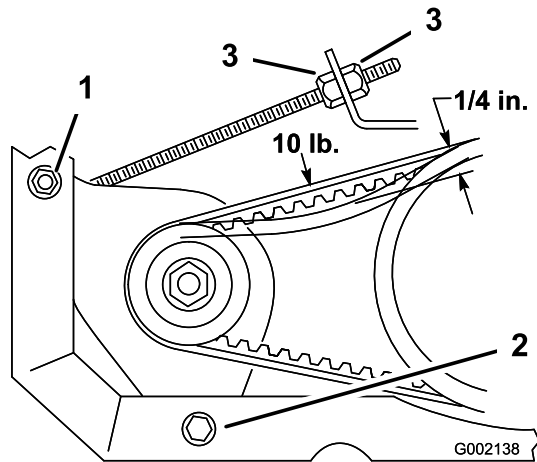

Figure 53
2. Desserrez le boulon pivot de l'alternateur du démarreur (Figure 53).
3. Coincez un levier entre le support moteur et le démarreur. Desserrez l'écrou sur le boulon de réglage (Figure 53).
5. Serrez l'écrou du boulon de réglage et enlevez le levier. Serrez le boulon pivot de l'alternateur du démarreur (Figure 53).